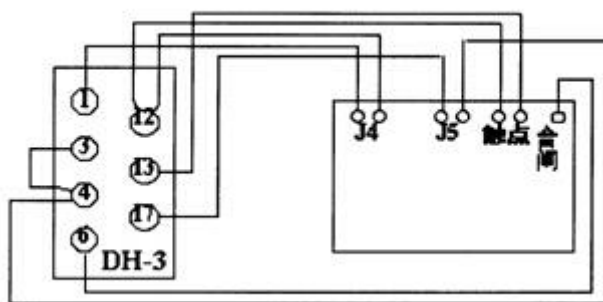

图 3
按图 3 接线，③、④接 J5 黑柱（负极），⑦接 J5 红柱（正极）。